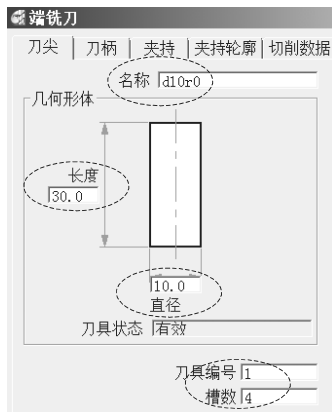

图 3-8 刀尖参数
3) 创建刀具：在 PowerMILL 资源管理器中，右击“刀具”树枝，在弹出的快捷菜单条中，执行“产生刀具”→“端铣刀”，打开“端铣刀”表格。在“刀尖”选项卡中，按图 3-8 所示设置刀尖参数。